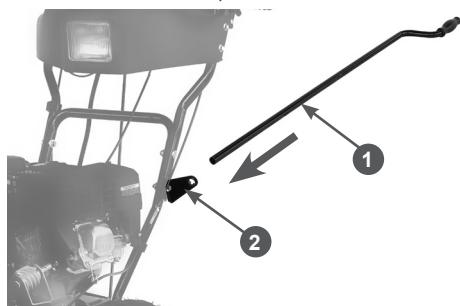

**Рис. 23 Подключение электрооборудования панели**
14. Соедините разъёмы цепи питания фары и обогрева рукояток (Рис. 23).